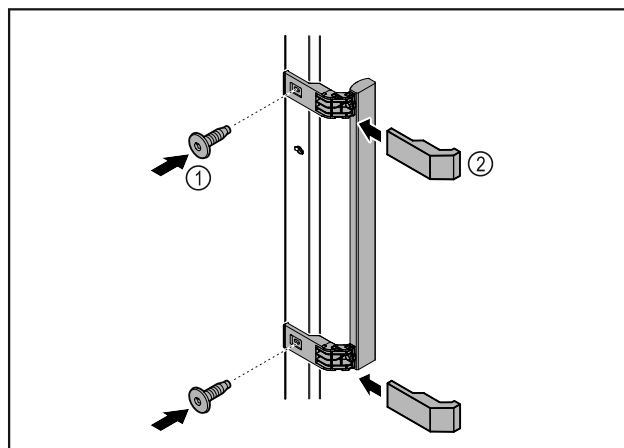

Fig. 7
- ▶ Madlo z přiloženého příslušenství upevněte na dveře pomocí přiložených šroubů Fig. 7 (1).
- ▶ Nasadte krytky Fig. 7 (2).